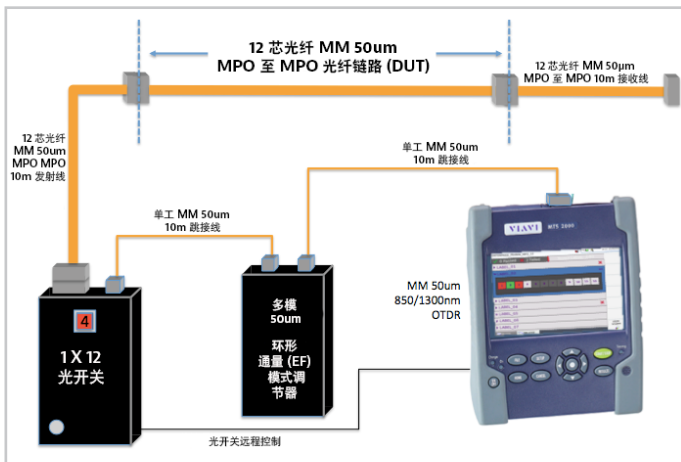

图 6. 实现更快速测试的 MPO 链路测试设置
- 在测试过程中，可在 OTDR（或其他测试源）和所测试光纤之间插入一台 EF 模式调节器设备。此设备在测试信号进入所测试光纤之前针对 EF 合规性调节发射信号（见本文后面的图 6）。在与外置模式调节器搭配使用时，MTS 2000 允许使用任何 50um 多模测试源，可提供符合新 EF 标准的测试结果。